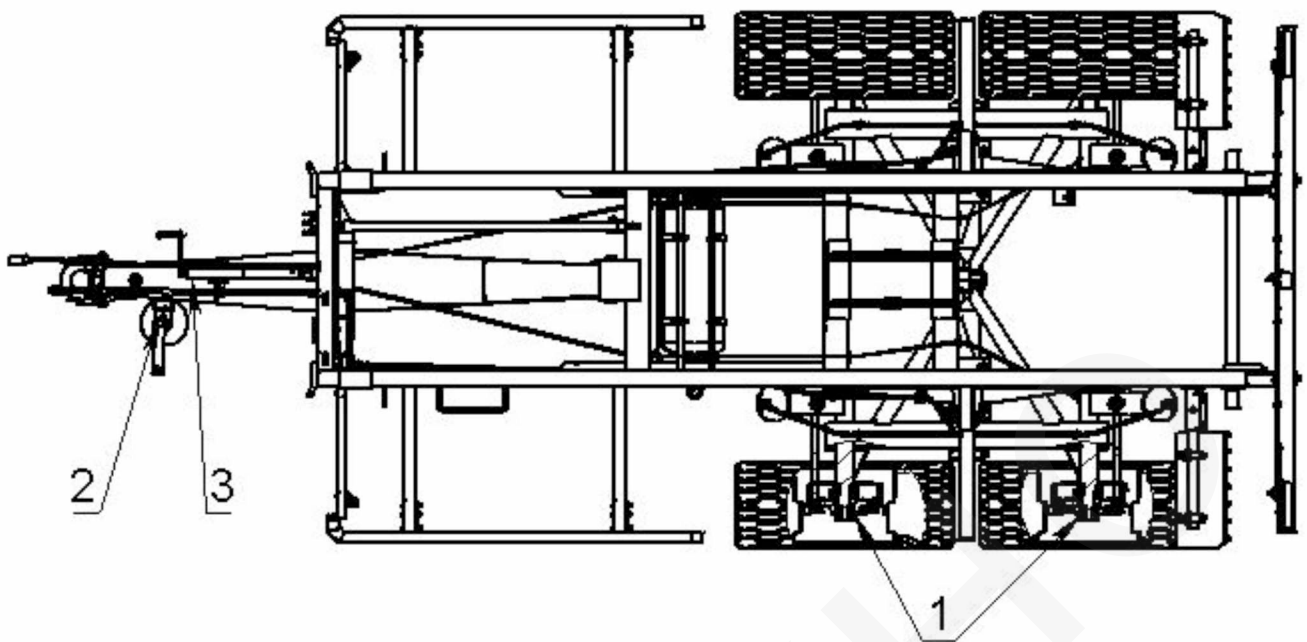

Рисунок 8.1 – Схема смазки
| Произвести смазку полуприцепа согласно схеме смазки (рисунок 8.1 и таблица 6)  | Отсутствие смазки не допускается   | Комплект инструментаШприц  |
| Произвести смазку полуприцепа согласно схеме смазки (рисунок 8.1 и таблица 6)  | Отсутствие смазки не допускается  | Комплект инструмента трактораШприц                                 |
8.5 При проведении технического обслуживания и при снятии с хранения произвести смазку прицепа в соответствии со схемой смазки (рисунок 8.1) и картой смазки (таблица 6).